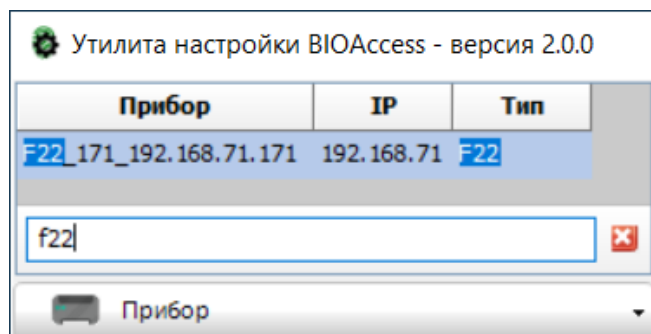

Рис. 26
- В поле поиска ввести символы, которые могут входить в имя прибора, его тип или IP адрес. По мере ввода подходящие по введенному контексту приборы будут выделяться в списке (рис. 26).